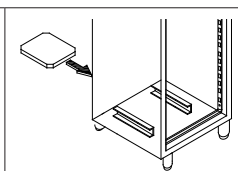

Figura 3
- Inserite il contenitore dello sbrinatorio nelle guide poste sotto il frigorifero, realizzate il suo collegamento per i modelli predisposti per vaporizzazione automatica (Figura 3) (Valido solo per i modelli predisposti).